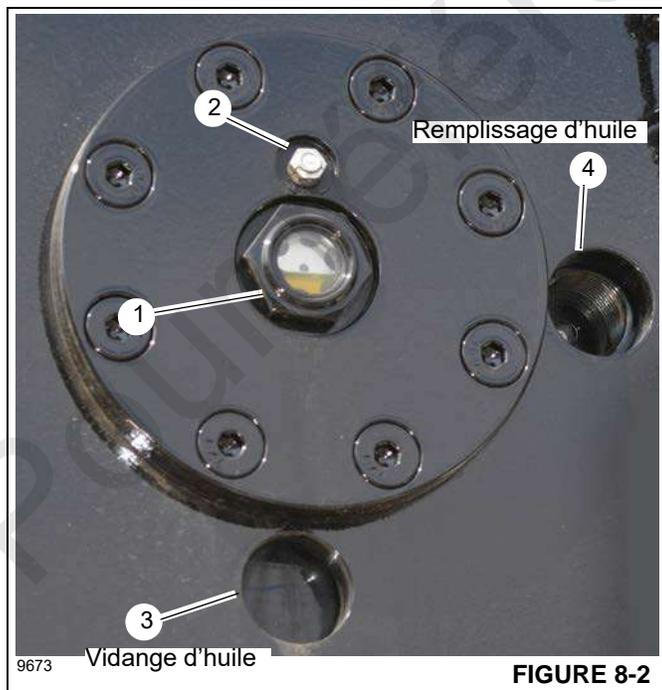
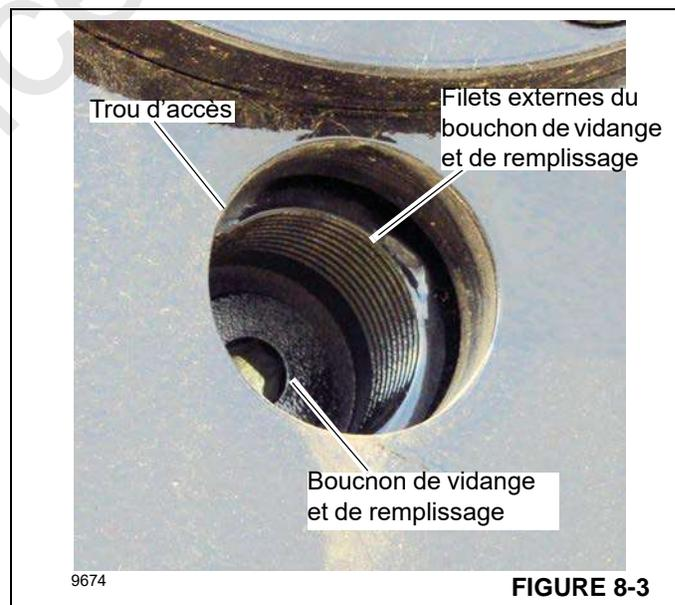

FIGURE 8-2
FIGURE 8-3
Contrôler le niveau d'huile au voyant (1, Figure 8-2) du treuil. L'huile doit se trouver à peu près à la moitié du voyant. La boîte d'engrenages et le frein de treuil contiennent au maximum 5,44 l (11,5 pt) d'huile.
Le bouchon de vidange et de remplissage d'huile de treuil se trouve sur le tambour. Il est accessible depuis deux trous d'accès. Le trou d'accès inférieur (position 6 heures) (3, Figure 8-2) est utilisé pour vidanger l'huile. Le trou d'accès latéral (position 3 heures) (4) est utilisé pour remplir le treuil d'huile.
1. Retirer le bouchon à évent (2, Figure 8-2). Le nettoyer avec du solvant selon le besoin. Le mettre de côté pour une utilisation ultérieure.
2. Tourner le tambour de treuil de manière à ce que le bouchon de vidange et de remplissage (Figure 8-3) soit aligné avec le trou d'accès de vidange d'huile à la position 6 heures (3, Figure 8-2).
3. Installer un tuyau court de 1 po (25 mm) dans les filets internes autour du bouchon de vidange et de remplissage (Figure 8-3).
8. Enduire les filets du bouchon à évent (2, Figure 8-2) avec de l'huile et installer le bouchon à évent.
1. Tourner le tambour de treuil de manière à aligner le bouchon avec le trou d'accès de remplissage d'huile à la position 3 heures (4, Figure 8-2).
2. À l'aide d'une clé hexagonale de 5/16 po (8 mm), retirer le bouchon de vidange et de remplissage (Figure 8-3).
4. Inspecter visuellement le niveau d'huile au voyant (1, Figure 8-2). Une fois le remplissage terminé, le niveau d'huile doit se trouver à peu près à la moitié du voyant.
5. À l'aide d'une clé hexagonale de 5/16 po (8 mm), installer et serrer le bouchon de vidange et de remplissage (4, Figure 8-2). Serrer le bouchon de vidange et de remplissage à 67,8 Nm (50 lb-pi).